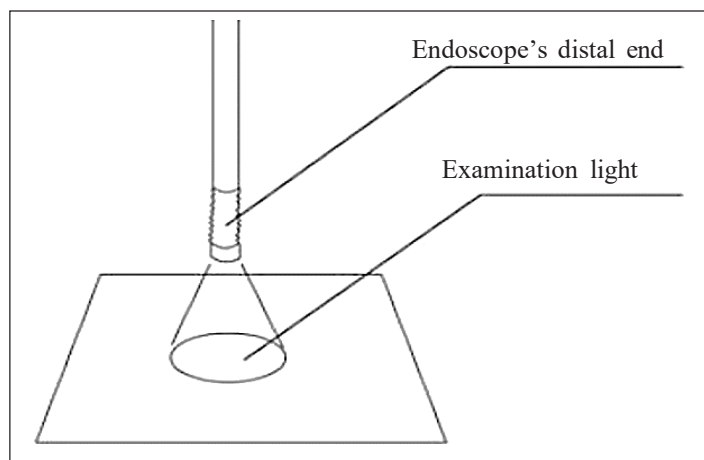

Fig. 4.1
2. L'image endoscopique en temps réel s'affiche sur l'écran de l'ordinateur et la lumière d'éclairage est émise par l'extrémité distale de l'endoscope. (Fig. 4.1)